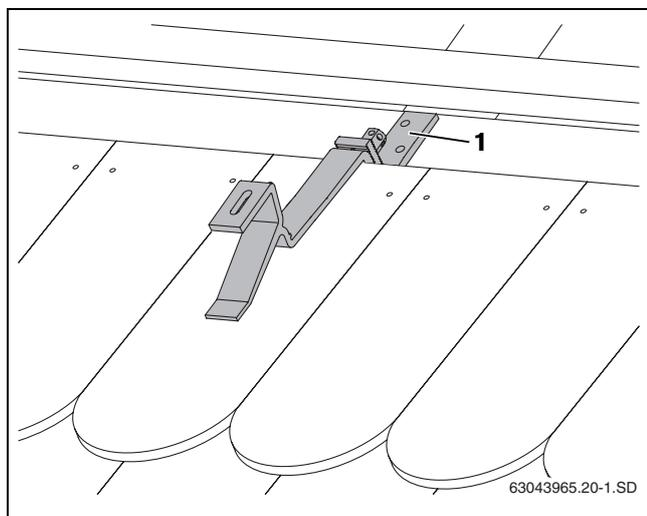

Fig. 17 Gancio da tetto montato
- Spingere verso il basso la parte inferiore del gancio da tetto finché essa non poggi sul travetto ovvero sull'asse/tavola (fig. 17, [1]).